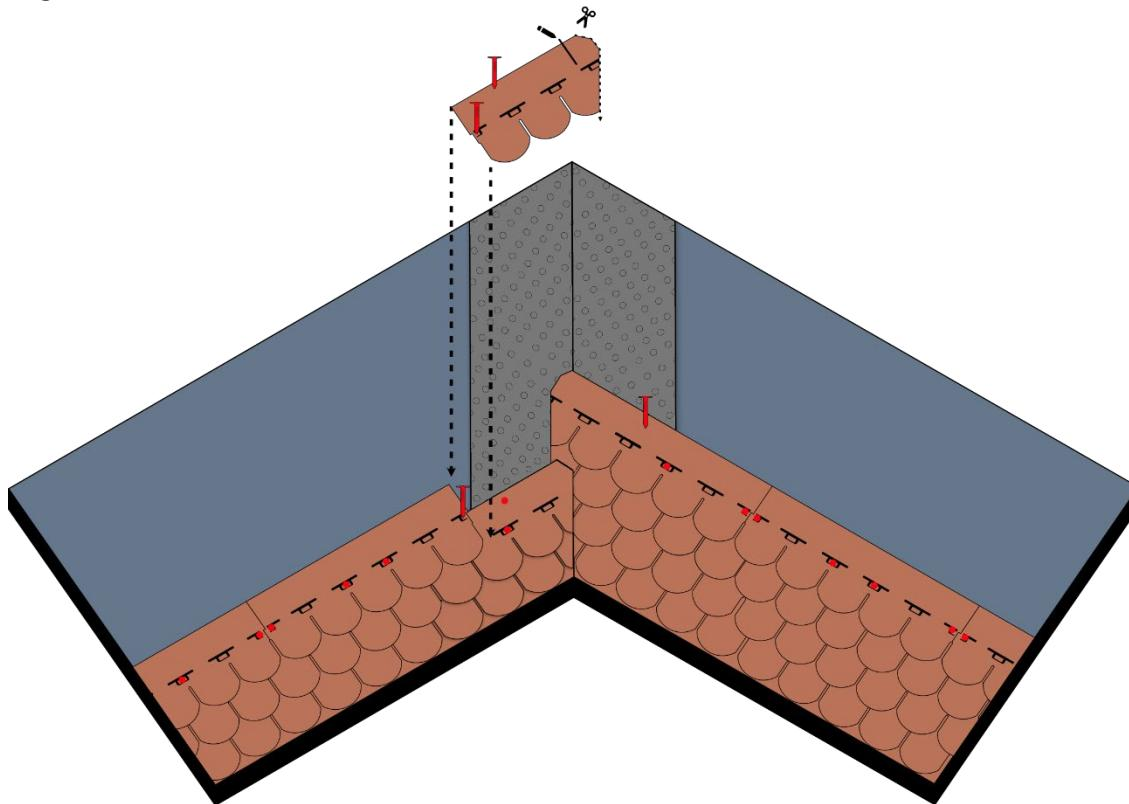

Fig. 14 - Posa tegole sul compluvio
- Tagliare trasversalmente lo spigolo superiore della tegola al compluvio - Fig. 14, in modo da convogliare l'acqua discendente lungo l'asse del compluvio. Sollevare le
tegole, una per volta e fissarle con il cannetto alla membrana sottostante. In caso di una tegola granigliata sottostante, applicare del Bitustick per il loro fissaggio - Fig. 14